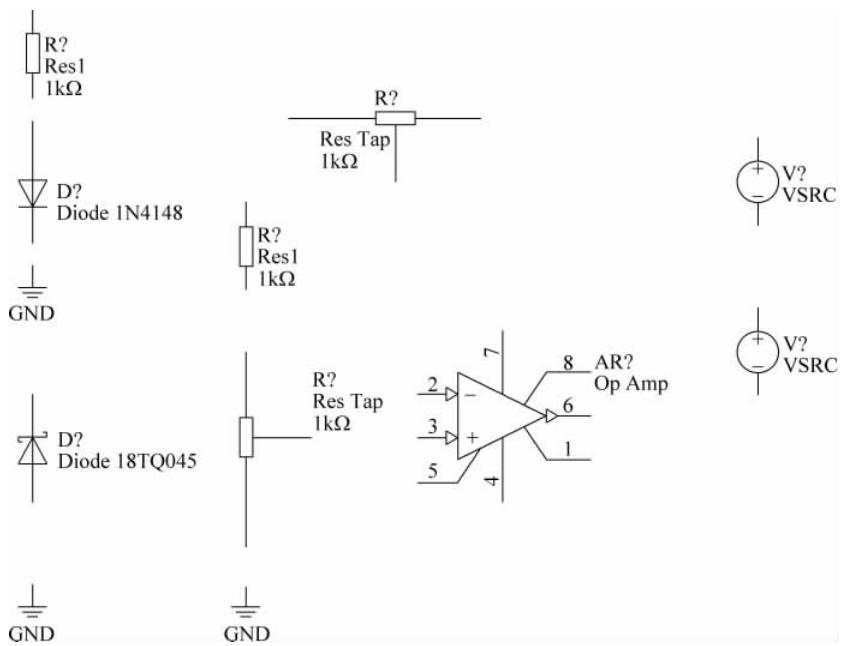

图 3-72 放置元器件和信号源
- (1) 从 Miscellaneous Devices. IntLib 库中分别找到名字为 Res1 的电阻元件、名字为 Res Tap 的可变电阻、名字为 Diode 1N4148 的二极管、名字为 Diode 18TQ045 的二极管、名字为 Op Amp 的运算放大器（必须选择 Model Type 为 Simulation 的元件），并将其按照如图 3-72 所示的位置进行放置。
- (2) 从 Simulation Sources. IntLib 库中找到名字为 VSRC 的元件，并按照如图 3-72 所
(3) 单击 AD 主界面下工具栏内的 按钮, 将 GND 按照如图 3-72 所示的位置进行放置。